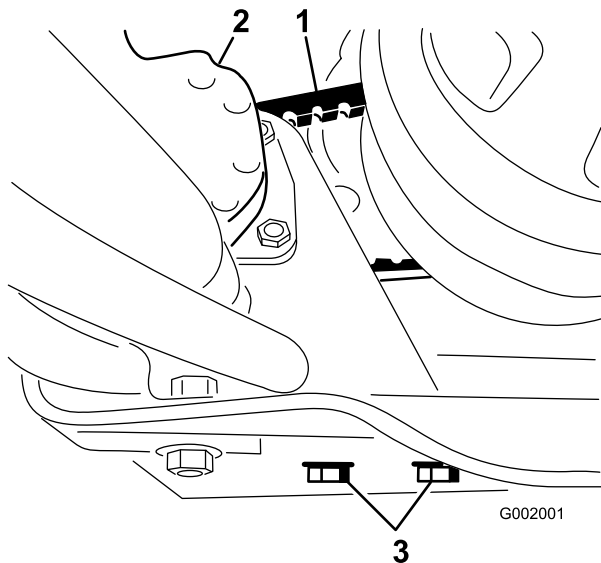

Figura 60
2. Afloje los pernos de montaje de la bomba de dirección (Figura 60).